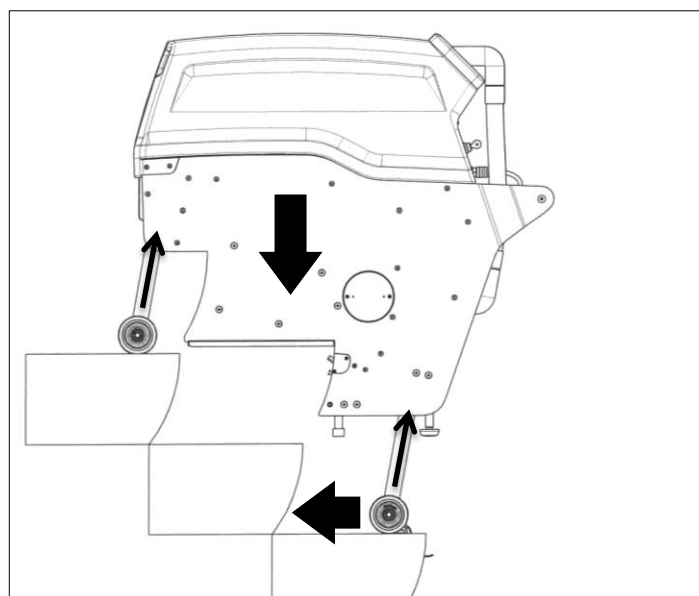
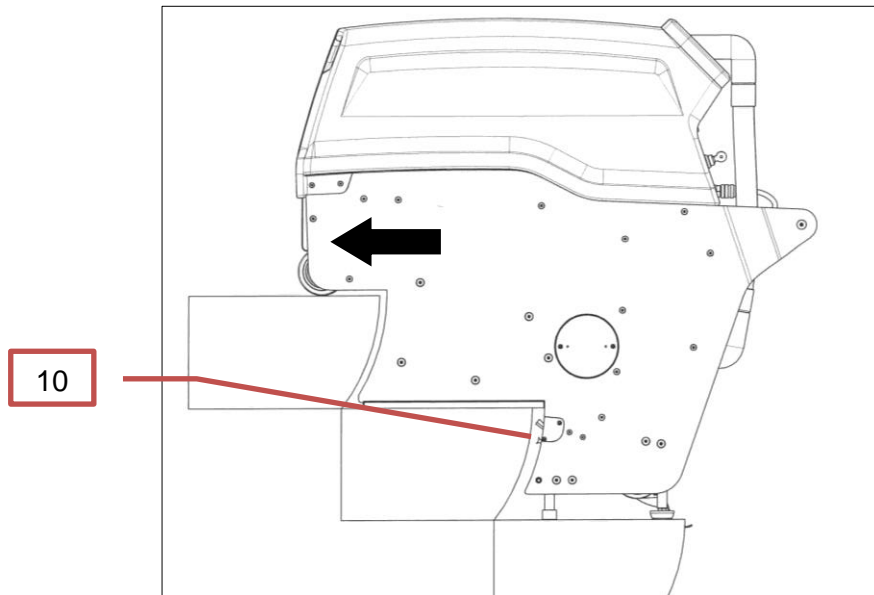

Bild 8 Maschine absenken
Bild 9 Maschine positionieren
- Schlüsselschalter (5) auf "1" schalten.
- Programmwählschalter (14) auf "3" schalten
Um eine optimale Befeuchtung der Bürsten zu erreichen, soll bei Beginn des Reinigungsvorgangs die erste Stufe zweimal gereinigt werden. Nachdem die Maschine - an der linken Seite der Fahrtreppe angelegt - bis auf Anschlag der Räder in die Fahrtreppenstufe geschoben wurde (siehe Bild 8: Maschine absenken), wird sie abgesenkt (siehe Bild 9: Maschine ansetzen) und auf den Gleitschienen (25) bis zum Anschlag der Dichtleiste (26) in die Treppe geschoben (Bild 9: Maschine positionieren).
Jetzt kann das vorgewählte Programm gestartet werden. Nach Ablauf des Reinigungszyklus wird die Maschine angehoben (Bild 9: Maschine anheben).
Danach wird die Maschine bis zum Anschlagen der Räder auf der nächsthöheren Stufe nach vorne geschoben und wieder abgesenkt. Nun kann die Maschine auf den Gleitschienen in die neue Arbeitsposition geschoben werden (Bild 9: Maschine positionieren).